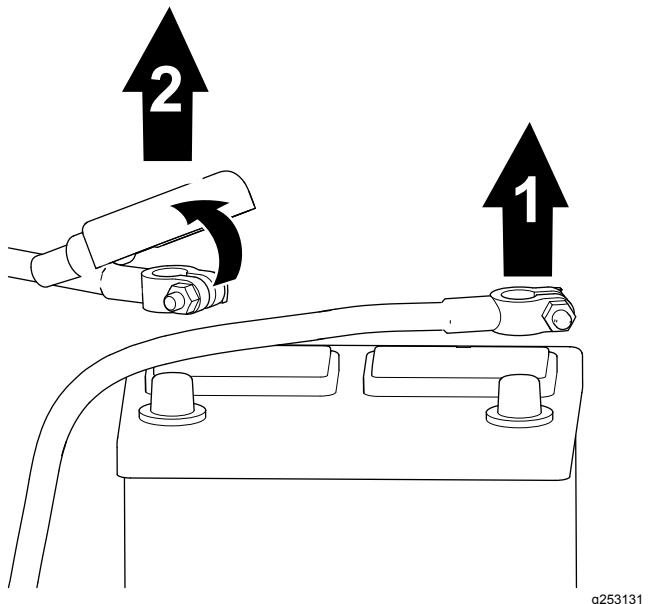

Figura 4
1. Retire o cabo negativo da bateria do polo (Figura 4).
2. Levante o isolamento e retire o cabo positivo da bateria do polo (Figura 4).